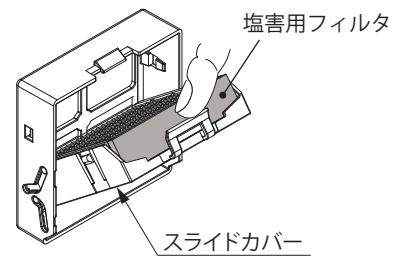

図10
- ・スライドカバーを閉じる際は、塩害用フィルタの上部を押さえながら閉じてください。塩害用フィルタがめくれるおそれがあります。(図 10)